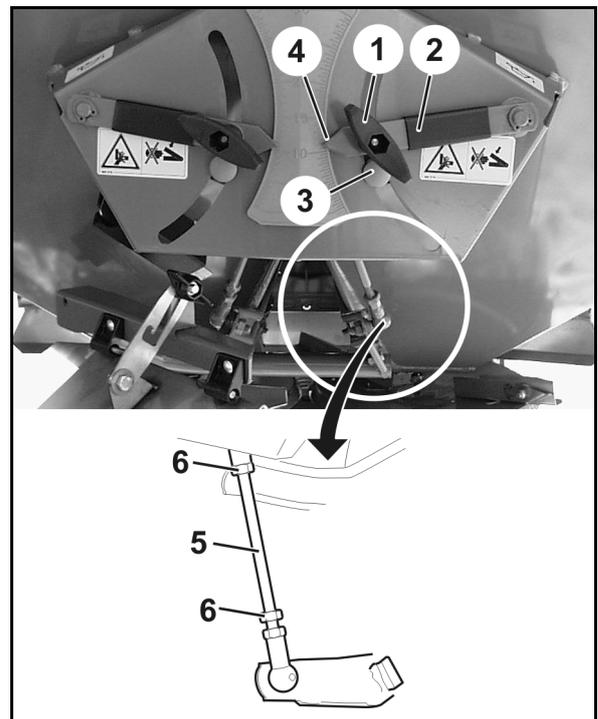

Fig. 98
**Se ciò non avviene, modificare adeguatamente la posizione della battuta (Fig. 98/3) ruotando le barre di collegamento (Fig. 98/5):**
6. Allentare i controdadi (Fig. 98/6) delle barre di collegamento (Fig. 98/5).
7. Ruotare la barra di collegamento fino a portare la battuta (Fig. 98/3) a contatto della leva di regolazione (Fig. 98/2).